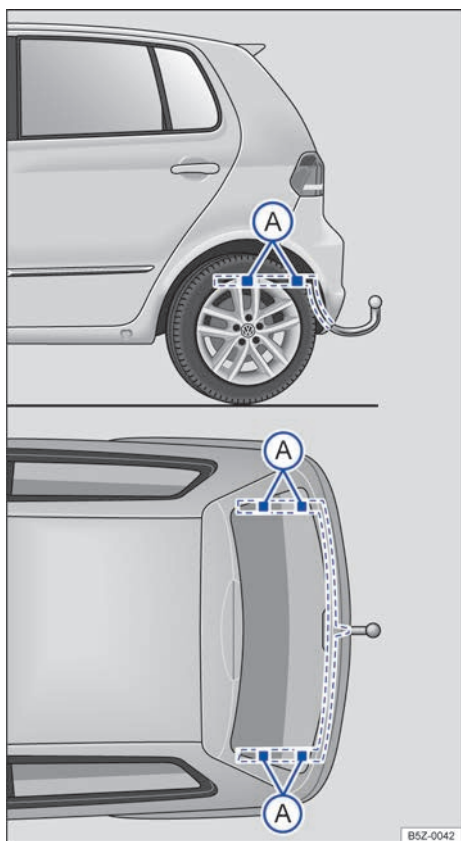

Fig. 143 Pontos de fixação para instalar um dispositivo de reboque posteriormente.
A figura → Fig. 143 ilustra, como exemplo, o ponto de fixação para instalar um dispositivo de reboque do modelo Fox.
A montagem posterior de um dispositivo de reboque deverá ser efetuada de acordo com as instruções do respectivo fabricante do engate, sempre respeitando os pontos de fixação indicados na → Fig. 143 (A).